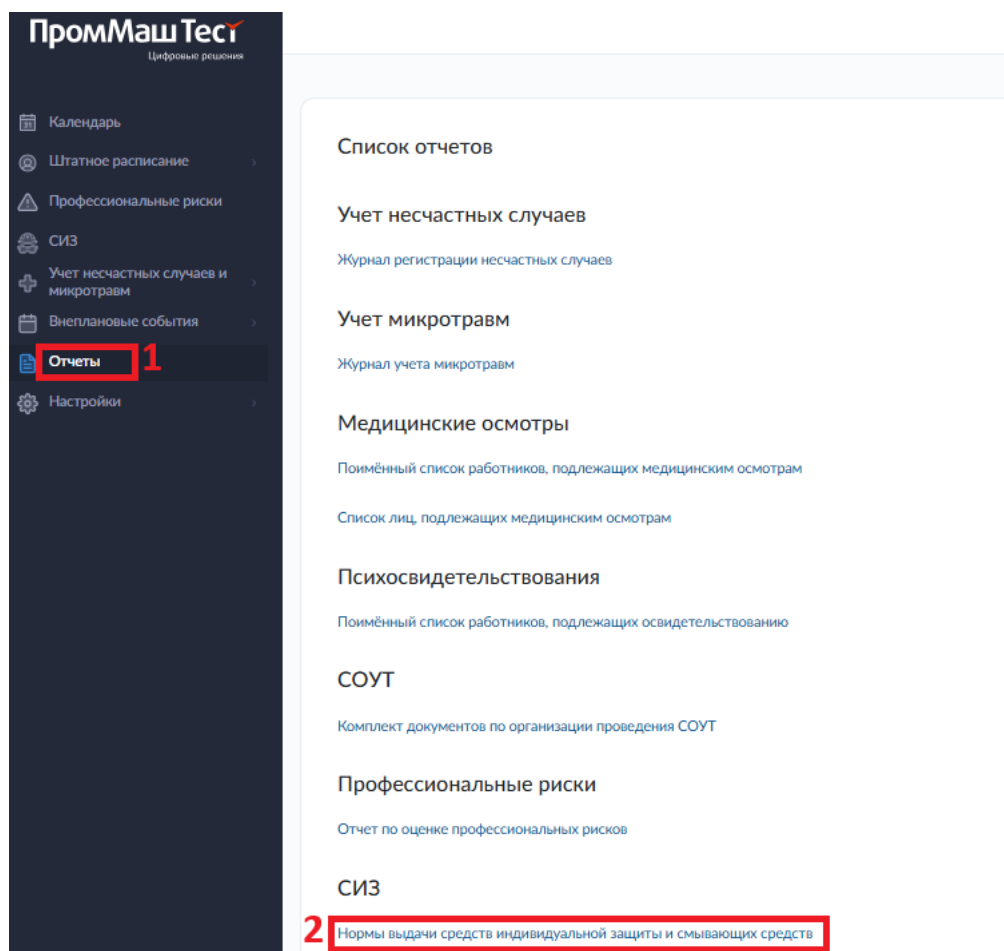

Рисунок 143. Раздел «Отчеты». Подраздел «Нормы выдачи СИЗ и ДСИЗ»
Формирование Норм выдачи средств индивидуальной защиты и смывающих средств проводится по кнопке (2) в разделе «Отчеты» (1) (рис. 143)